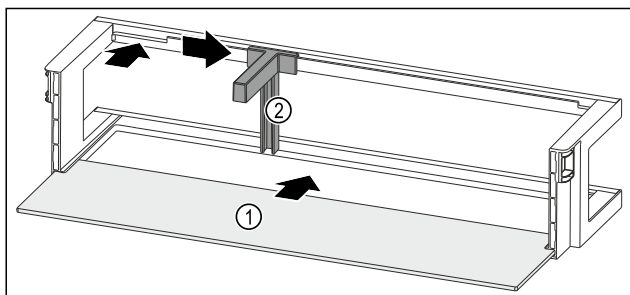

Fig. 136 Лотки на дверцятах з полицею
- Посуньте полицю Fig. 136 (1) у бічні пази.
- Вставте тримач пляшок Fig. 136 (2) у паз.
- Пересуньте тримач пляшок Fig. 136 (2) убік до бажаної позиції.